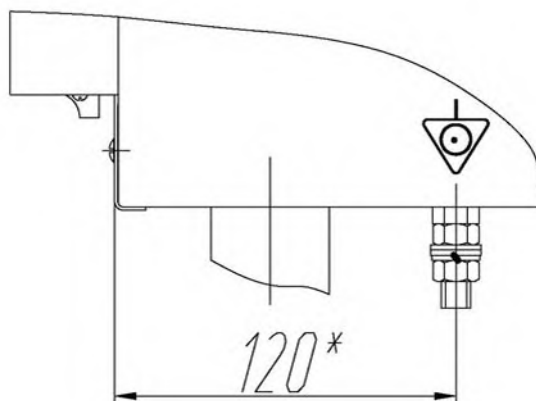

Рисунок 1
4.3.8 Для выполнения требований безопасности и обеспечения электробезопасности плита должна быть заземлена (рисунок 1). Заземление необходимо выполнить в соответствии с требованиями «Правил устройства электроустановок», утвержденных Госэнергонадзора.